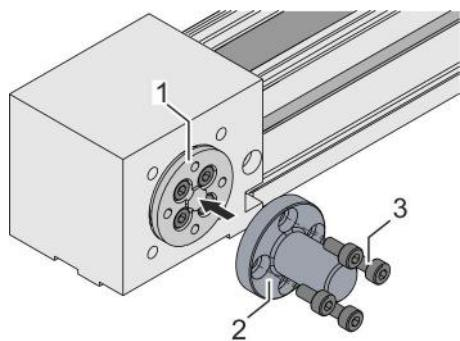

Fig. 30 : Montage de l'arbre d'entraînement
- Placer l'arbre d'entraînement (Fig. 30 /2) sur le disque adaptateur (Fig. 30 /1).
- Serrer alternativement les 4 vis (Fig. 30 /3) en diagonale :